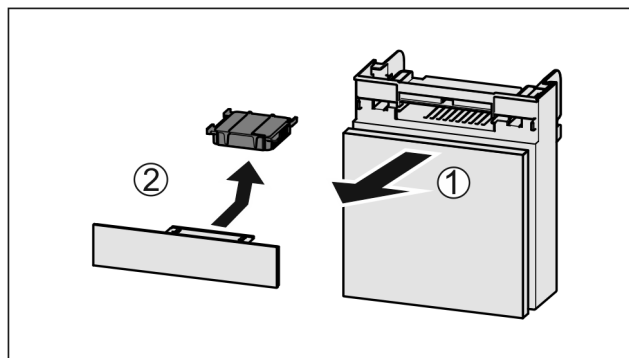

Fig. 43
- ▶ Вытянуть Fig. 43 (1) отделение движением вперед.
- ▶ Извлечение Fig. 43 (2) фильтра с активированным углем.